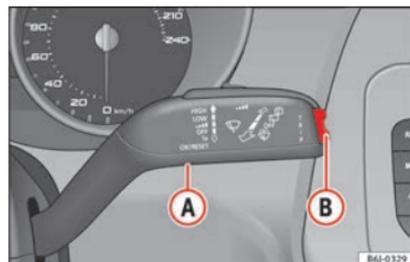

Fig. 74 Palanca del limpiacristales: tecla **A** y tecla basculante **B**.
– Con el encendido conectado, pulse brevemente la tecla **» fig. 74 A** de la palanca **»**
En el indicador multifunción (MFA) puede consultar los siguientes datos accionando la tecla basculante **» fig. 74 B** de la palanca del limpiacristales:
Cuando circule a la velocidad deseada, entre en el menú modo “Aviso velocidad” y presione la tecla » fig. 74 A (RESET). La velocidad indicada queda memorizada. Si en algún momento sobrepasa la velocidad indicada, aparece un aviso de texto en la pantalla y suena una señal acústica.¹⁾
Se puede desactivar pulsando la tecla (RESET). La velocidad se puede cambiar con la tecla basculante » fig. 74 B en intervalos de 5 km/h, dentro de los 5 segundos siguientes a la memorización inicial.